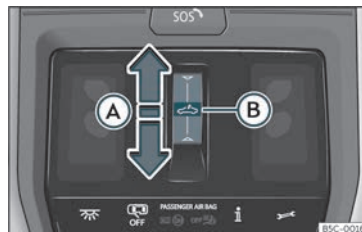

Fig. 83 No revestimento interior do teto: botão do teto de vidro.
»» **Fig. 83 (A)**.
- Antes de decorrerem aprox. 5 segundos da ativação da função antientalamento, deslize o dedo para a frente sobre a área funcional  **Fig. 83 A** e mantenha pressionado até o teto se fechar totalmente.